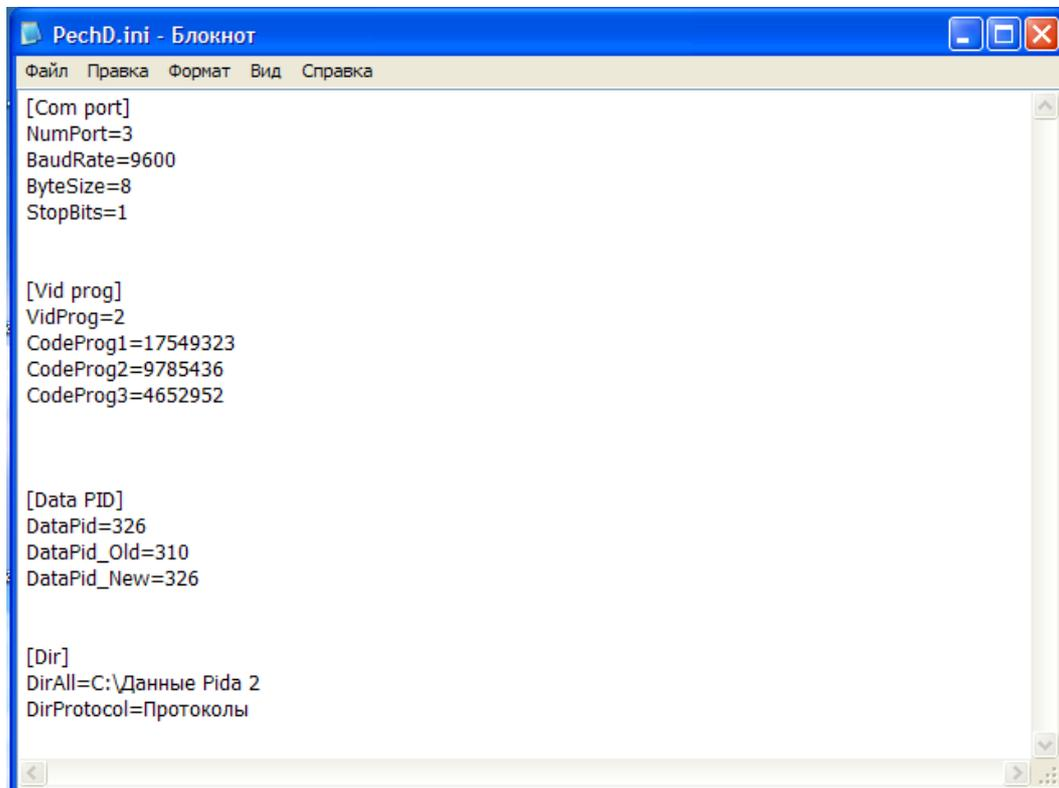

Рис. 2
- 3.2.2 Откройте файл "PechD.ini" и проверьте совпадение номеров портов в файле в строке NumPort и диспетчере устройств. (рис. 2).